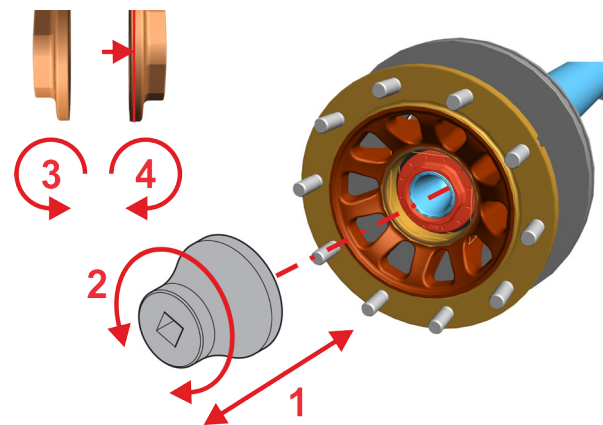

Abb. 11: Achsmutter anziehen
2. Achsmutter Abb. 11, 12 aufschrauben und mit SAF-Achsmutterschlüssel (Teilenummer 04 434 3828 00) auf das vorgegebene Anzugsdrehmoment anziehen.